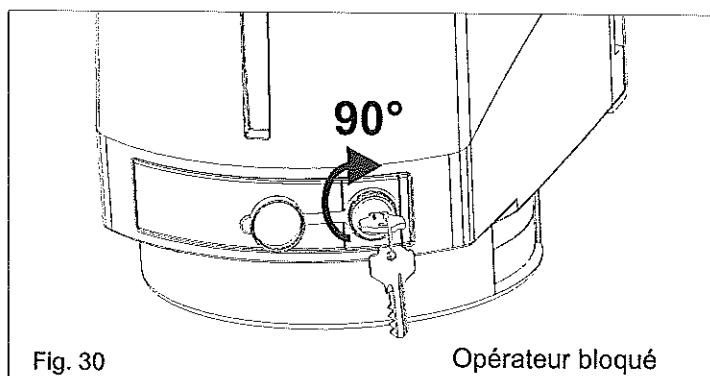

Fig. 30
- Insérer la clé dans la même et la tourner de 90° en sens horaire (Fig.30)